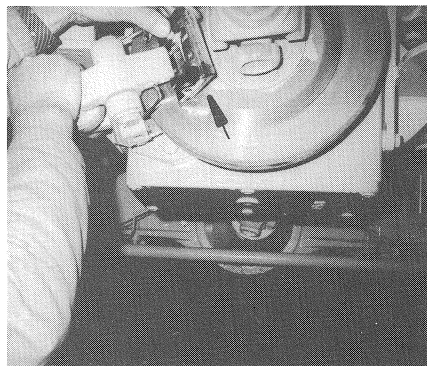

Bild 55
(3) Bremsklotz nach oben herausziehen (Bild 55/Pfeil).